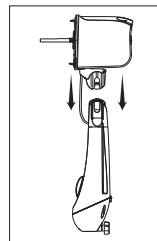

Figura 01
1. Posicionar a haste sobre uma superfície plana e estável, posicionar a unidade motora sobre a haste conforme **figura 01**.